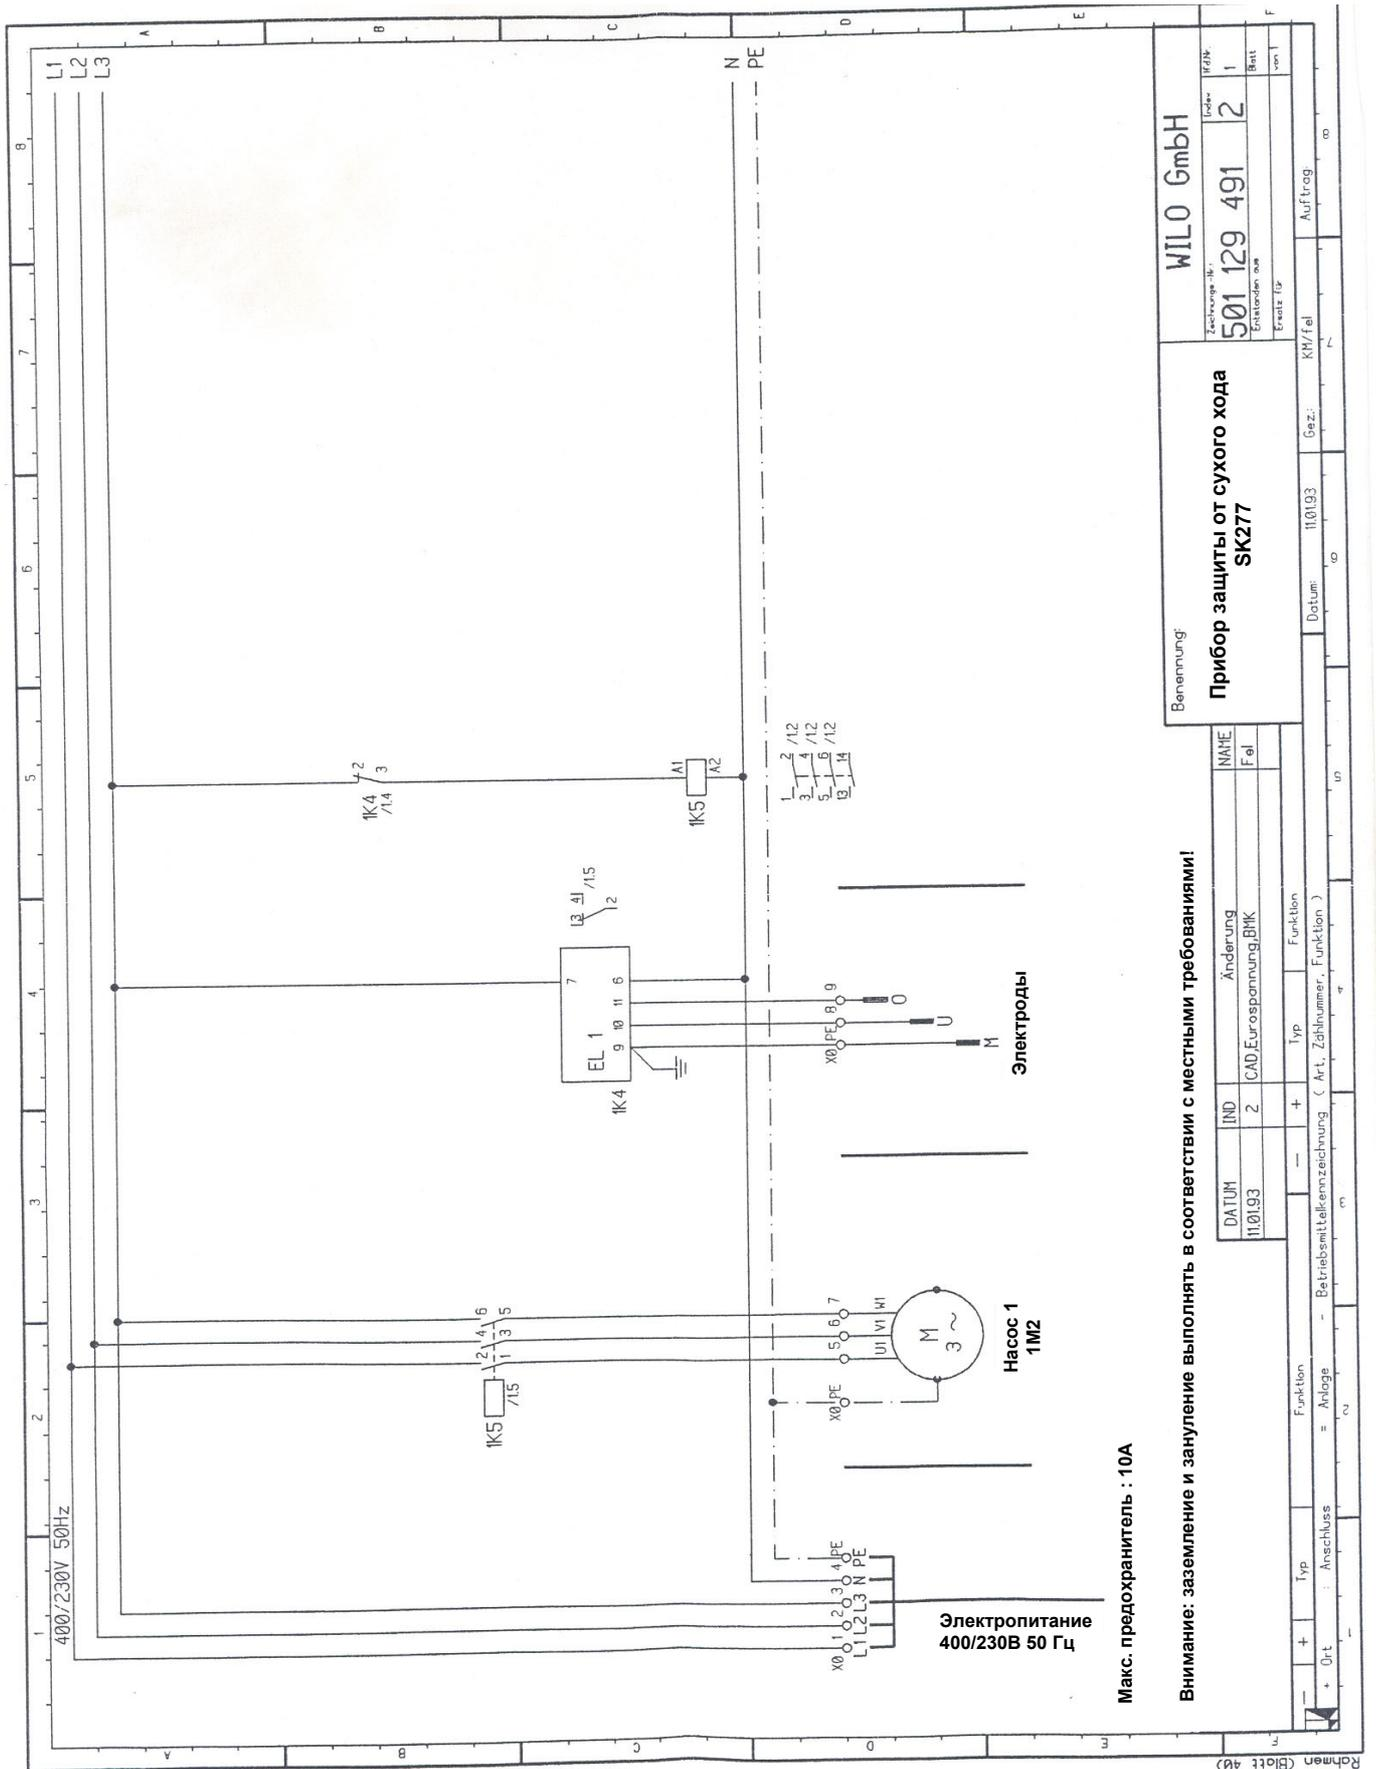

Рис. 1
Прибор защиты от сухого хода SK277 (рис.1) монтируется на стене и имеет клеммы для подключения электропитания, насоса и 3 электродов. Прибор имеет электродное реле, при помощи которого происходит настройка чувствительности электродов или жесткости воды.
- Обозначение клеммной колодки X0 (см. Электрическую схему рис.1):